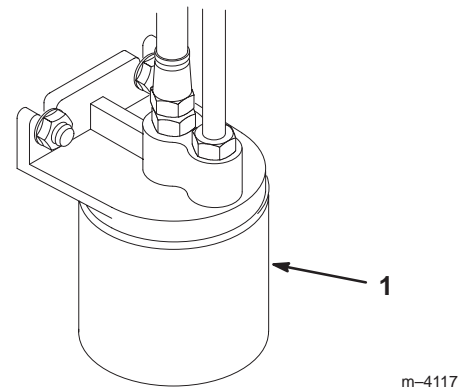

Abbildung 41
- A. Eine Auffangschale unter den Filter stellen, den alten Filter entfernen und die Oberfläche der Filteradapterdichtung sauberwischen (Abb. 41).